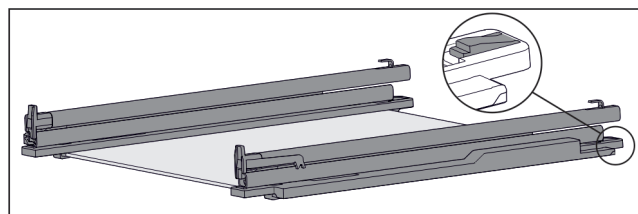

Fig. 128 带轨道和固定件的玻璃隔板
- ▶ 将固定件后部向下压 (参见 Fig. 128)，同时向后推轨道。